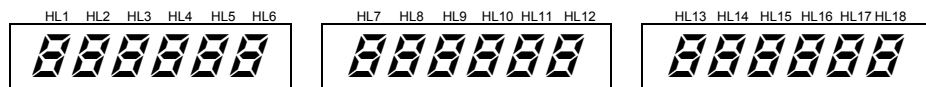

Рисунок 3. Блок индикации весов «Меркурий 313/314».
2.3.3. Расположение индикаторов приведено на рис. 3...5, а их значение приведено в табл. 2.